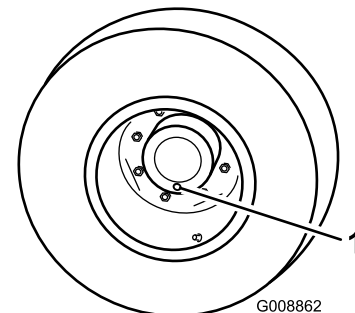

Figura 59
1. Con la máquina en una superficie nivelada, coloque una rueda de manera que uno de los tapones de verificación esté en la posición más baja (posición de las 6) (Figura 59).